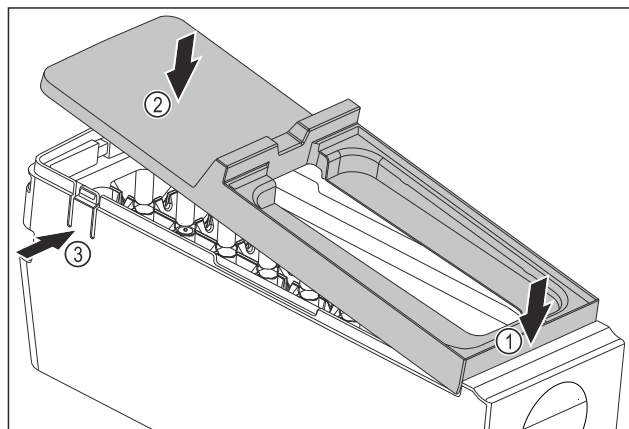

Fig. 157
- ▶ Monter le couvercle du corps de l'EasyTwist-Ice : Placer le couvercle à l'avant. Fig. 157 (1)
- ▶ Abaisser le couvercle à l'arrière. Fig. 157 (2)
- ▷ L'enclenchement du couvercle dans les deux languettes Fig. 157 (3) se fait entendre.